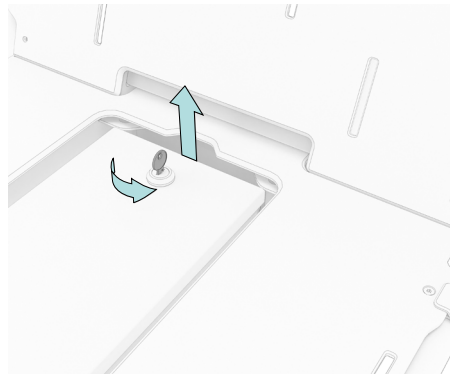

Abb. 20
2. Schließe das Schloss auf und klappe den Deckel des Battery-Safe nach oben (Abb. 20).